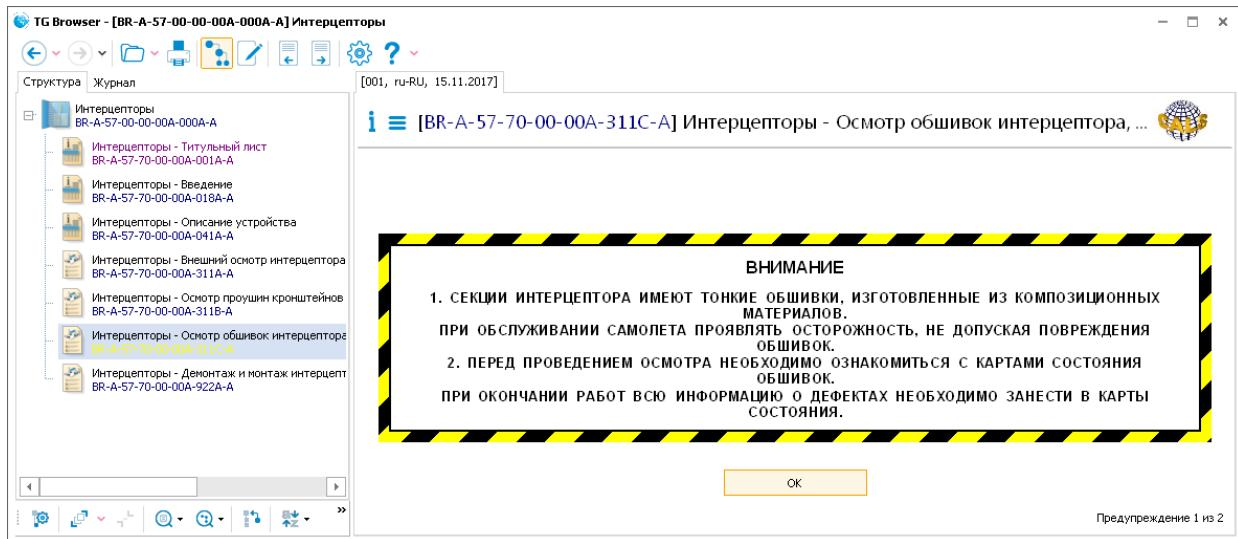

Рис. 136
2. На вкладке **Структура** выберите МД типа «Технологическая карта». В правом окне появится сообщение с общими для всего МД блоками (или со всеми, в зависимости от настроек, выбранных в окне **Настройки**) «Предупреждение» и «Внимание» (Рис. 136).